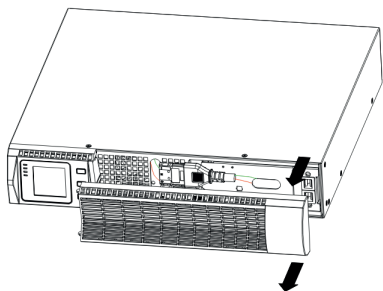

Figure 7 Ouverture du couvercle avant de l'ASI
1. Retirez le couvercle avant de l'onduleur, en tirant vers l'arrière une partie de couvercle sans écran (du côté droit) (voir Fig. 7)